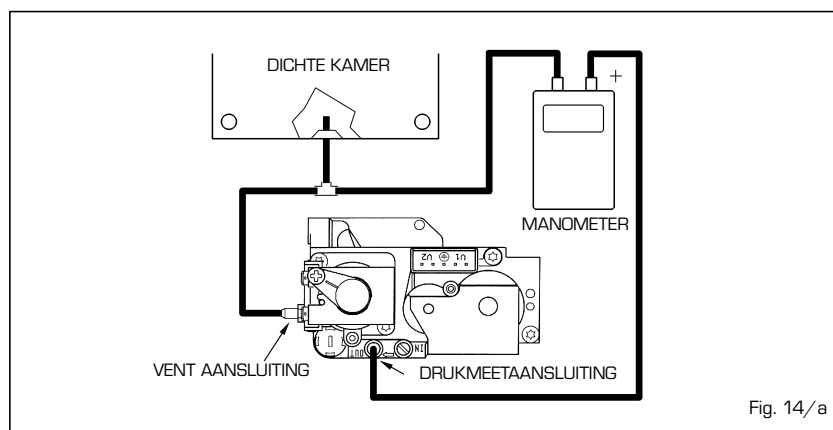
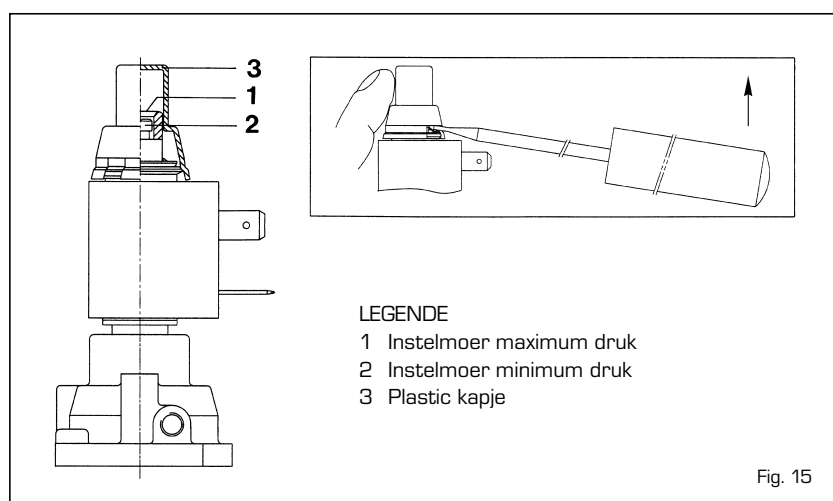

Fig. 14/a
Fig. 15
### 4.2 GASKLEP (fig. 14)
**LET OP:** Om de maximum en minimum druk te controleren moet u het plastic kapje van de modulator (3 fig. 15) erop laten zitten en de manometer zoals getoond op fig. 14/a monteren. Om de druk in te stellen moet u de VENT aansluiting van de dichte kamer afkoppelen.
#### 4.2.2 Instelling van de minimum branderdruk (fig. 15)
- Sluit een manometer in U-vorm met waterkolom of een gewone manometer op de drukmeetaansluiting stroomafwaarts van de gasklep aan (4 fig. 14).
- Koppel de VENT aansluiting van de dichte kamer af (fig. 14/a).
- Schakel de stroomtoevoer van de modulator uit en verwijder het plastic kapje (3) van de modulator.
- Draai net zolang aan de schroef (2) totdat u de waarde van de minimum druk vindt zoals vermeld in **Tabel 3**.